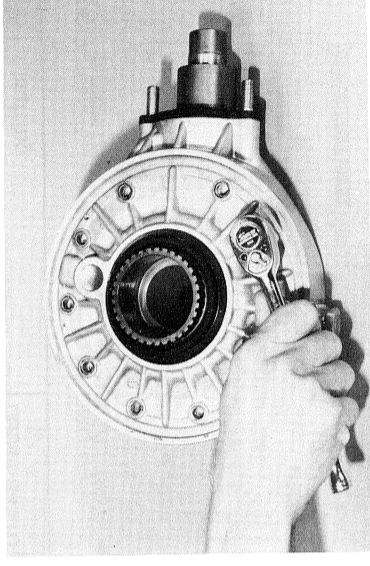

Abb. 8-4
- Zehn Schrauben des Endtriebslagergehäuses entfernen. (Abb. 8-4)